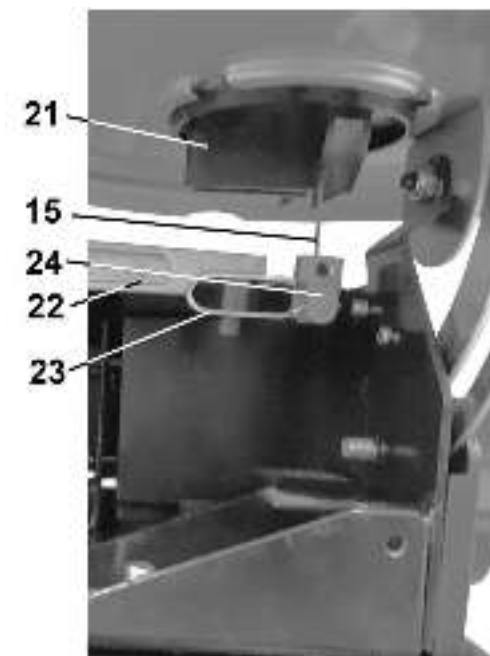
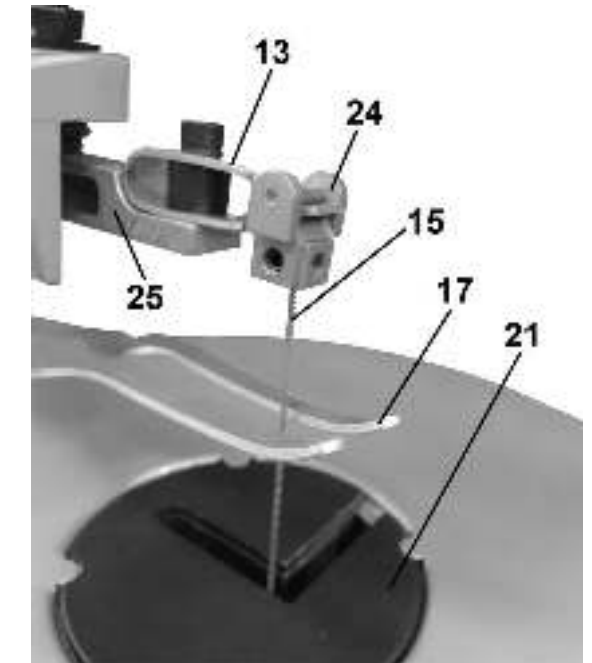

Рис.5
Рис.6
- 9.7. Лобзик укомплектован дополнительными держателями (24) для использования пилок для ручного лобзика. Аккуратно демонтируйте вставку стола (21). Концы пилки (15) закрепите в держателях (24) на расстоянии ~ 115мм. Нижний конец пилки (15) установите на держателе (23), рис.5. На держатель пилки (13) верхнего рычага (25) приложите усилие, достаточное только для того, чтобы установить держатель (24), рис.6. Верхний конец пилки (15) установите на держателе (13), рис.6. Отпустите держатель пилки (13) верхнего рычага (25), проверьте правильность установки держателей (24). Натяжение пилки (15) производится аналогичным способом. На дополнительных держателях (24) предусмотрены резьбовые отверстия для установки пильного полотна (15) в двух перпендикулярных направлениях. Прямая распиловка: пильное полотно (15) установлено вдоль длинной поверхности рабочего стола (4). Боковая распиловка: пильное полотно (15) установлено поперёк длинной поверхности рабочего стола (4).
- Боковую распиловку производите только в горизонтальном положении рабочего стола (4).
- 10.2. Ослабьте винт фиксации (1) угла наклона рабочего стола (4), Рис.6. Установите рабочий стол (4) под прямым углом к пильному полотну (15), Рис.2.